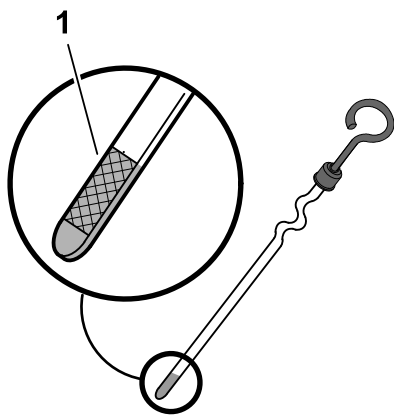

Figure 30
4. Enfoncez la jauge complètement dans le tube (Figure 30).